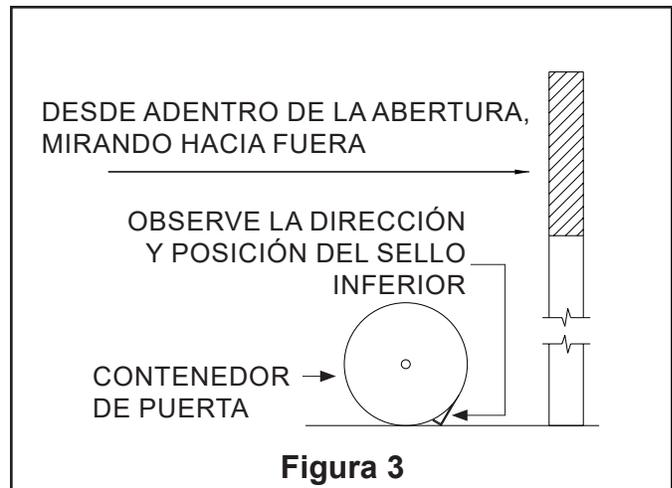

Figura 3
**3.6** Dejando suficiente espacio entre las guías para contenedor de puerta, introduzca contenedor de puerta y colóquelo entre las guías en el suelo. Oriente el contenedor de puerta en la abertura como se indica en la Figura 3.